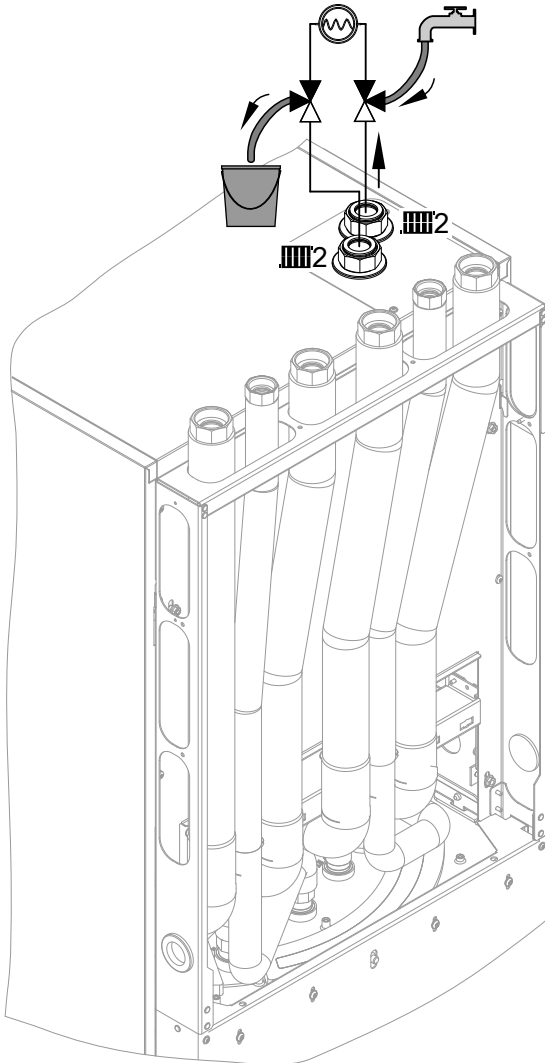

Abb. 75
4. 3-Wege-Kugelhähne im Vor- und Rücklauf Heiz-/Kühlkreis 2 gemäß Abb. 75 öffnen. Heizwasser über den Befüllschlauch einströmen lassen.